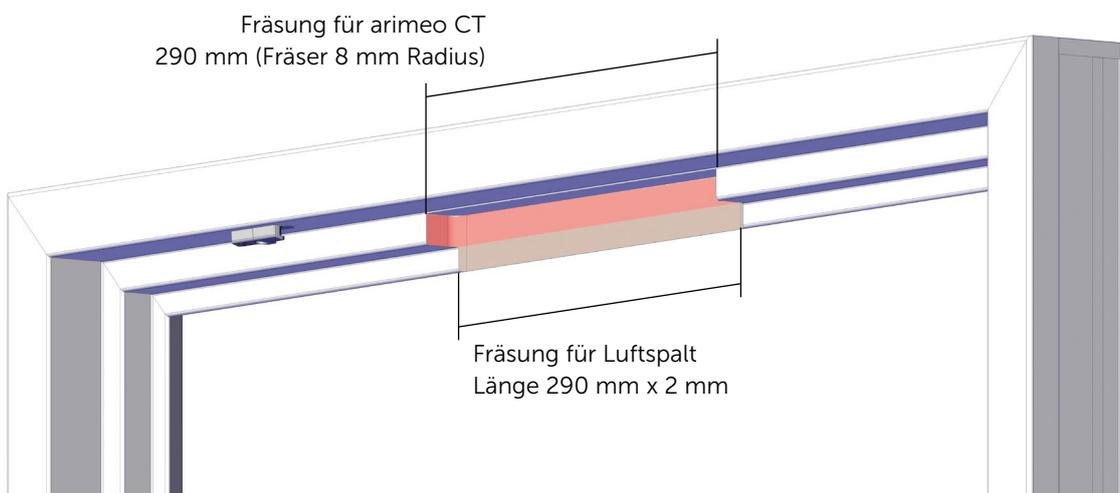

Abbildung 1: Fräsung
2. Fräsen Sie den oberen Blendrahmen bzw. Kämpfer an den für arimeo vorgesehenen Positionen aus. Hierdurch entsteht sowohl der Einbauräum für arimeo als auch der äußere Luftführungsspalt (2 mm). Abbildung 1 zeigt exemplarisch die Maße für die Einbauvariante SINGLE.